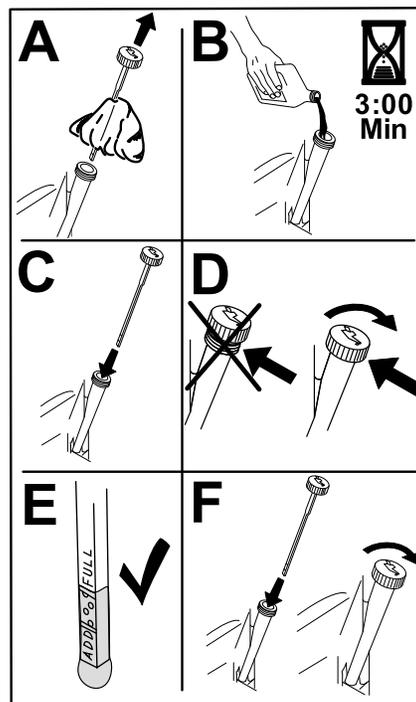

Figura 34
6. Vierta lentamente un 80% aproximadamente del aceite especificado por el tubo de llenado, luego añada lentamente el resto del aceite hasta que llegue a la marca de **Lleno** (Figura 34).